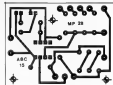

Fig.4
- FIG. 4 - CIRCUITO IMPRESSO ESPECÍFICO (ESCALA 1:1) - O layout do padrão cobreado de ilhas e pistas é visto na figura em tamanho natural, de modo que o Leitor/Aluno possa copiar diretamente... Levar em conta as diversas advertências e conselhos dados na presente "Aula" (e também nas anteriores), quanto aos cuidados que se deve ter na traçagem, corrosão, limpeza e utilização final (soldagem) dos Circuitos Impressos, notadamente aqueles que serviram de substrato para montagens com integrados (cujas "perninhas", em grande